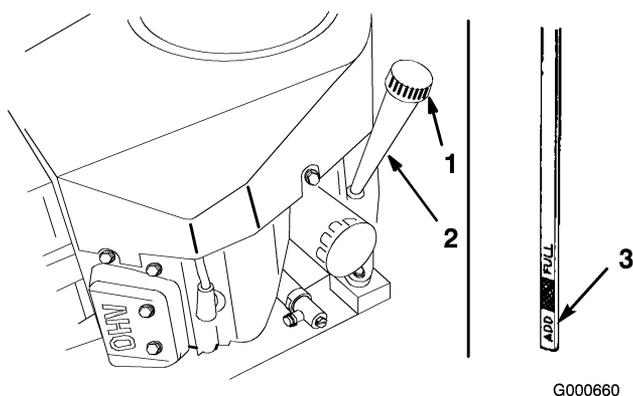

Figure 31
2. Nettoyez la surface autour de la jauge d'huile (Figure 31) pour éviter que des impuretés ne s'introduisent dans le goulot de remplissage, ce qui risquerait d'endommager le moteur.
3. Retirez la jauge d'huile et essuyez soigneusement l'extrémité métallique (Figure 31).
4. Remettez la jauge au fond du tube de remplissage, mais sans la visser (Figure 31). Sortez de nouveau la jauge et examinez l'extrémité métallique. Si le niveau est bas, versez lentement une quantité d'huile suffisante dans le goulot de remplissage pour amener le niveau au repère du plein (FULL) sur la jauge.
6. Nettoyez la surface autour du bouchon de la jauge de niveau d'huile et dévissez le bouchon (Figure 31).
7. Versez avec précaution environ 80% de la quantité d'huile spécifiée dans le goulot de remplissage (Figure 31) (voir Vidange de l'huile moteur et remplacement du filtre à la section Entretien du moteur, page 30).